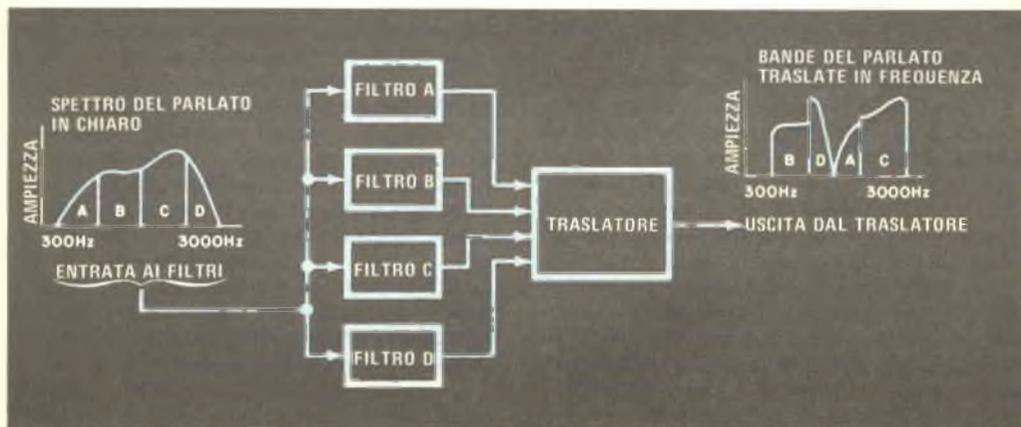

Fig. 3 - I suddivisori di banda dividono il segnale e poi lo ricombinano.
**Suddivisori di banda** - I suddivisori di banda dividono le frequenze audio del parlato in parecchie gamme, permettendo (come si vede nella fig. 3) alle bande strette di frequenze di essere riadattate. La suddivisione delle bande è in genere ottenuta con l'ausilio di stretti filtri passabanda. Le uscite dei filtri vengono mescolate o spostate di frequenza, quindi sommate, per cui alcune bande vengono trasportate in frequenza.